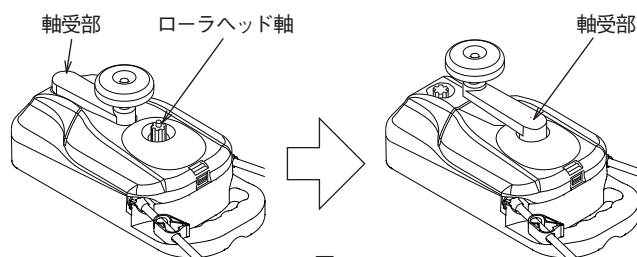

図2
8. ハンドルを持ち上げてカバーから外し、軸受部をローラヘッド軸に差し込みます。(図2)